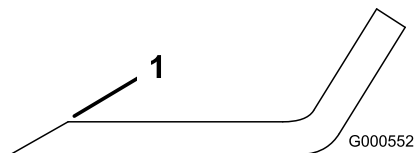

Figura 56
1. Utilice una lima para afilar el filo de corte en ambos extremos de la cuchilla (Figura 56).
Nota: Si la cuchilla no está equilibrada, rebaje algo el metal en la parte de la vela solamente con una lima (Figura 56).